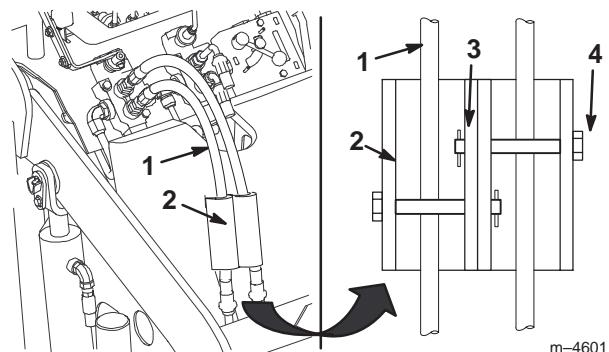

Bild 18
7. Installieren Sie die Zylinder-Arretierung über die Hydraulikschläuche und sichern Sie diese mit den Lastösenbolzen und den Splints (Bild 18).